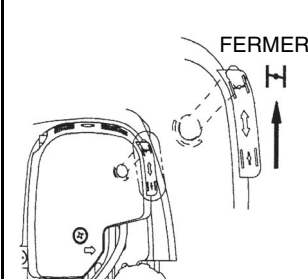
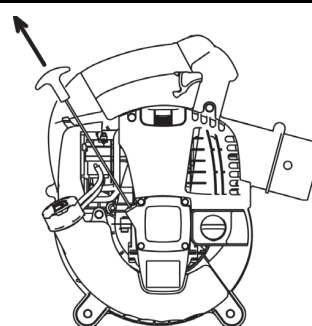

Figure 3
Figure 4
- Remplissage : Après l'inspection, si le niveau d'huile est sous la limite inférieure, ajouter de l'huile par l'ouverture d'où le bouchon du réservoir d'huile a été retiré. Consulter la Figure 4 concernant la façon d'orienter le moteur pour faire le plein d'huile.
- (2) Il faudra probablement faire le plein d'huile après 10 heures d'utilisation (ou lors de chaque 10ème plein de carburant).
- (3) Si l'huile change de couleur ou s'imprègne de saletés, la remplacer. (Concernant l'intervalle et la méthode de remplacement, voir page 33.)
- (4) Élever le levier de réglage jusqu'en position fermée (Figure 3).
- (5) Saisir la poignée principale avec la main gauche pour empêcher le moteur de bouger.
- (6) Tirer la poignée de démarrage jusqu'à ce qu'il soit difficile de tirer (point de compression). Puis, laisser revenir la poignée de démarrage, et la tirer fortement. (Figure 4)